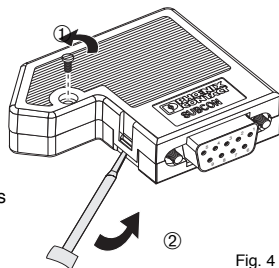

Fig. 4
**Remarque concernant l'ouverture du boîtier SUBCON (fig. 4):**
- ① Desserrez la vis du boîtier!
- ② Déverrouillez la partie supérieure du boîtier à l'aide d'un tournevis - vous pouvez ensuite ouvrir le boîtier.
**Indicaciones para la apertura de la caja SUBCON (fig. 4):**
- ① ¡Afloje el tornillo de la caja!
- ② Desencaje la tapa superior de la caja, sirviéndose de un destornillador - entonces podrá Vd. abrir la misma, separándola